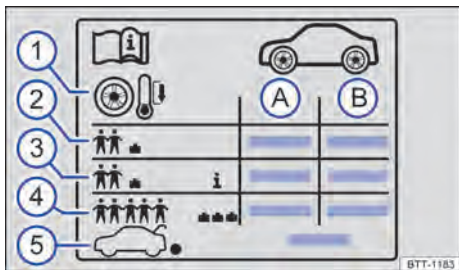

Fig. 256 Símbolos na etiqueta com as pressões dos pneus.
Indicações na etiqueta com as pressões dos pneus ⇒ Fig. 256:
Dependendo do veículo, a etiqueta com as pressões dos pneus pode ter uma pressão dos pneus de conforto ⇒ Fig. 256 ②. A pressão dos pneus de conforto possibilita aumentar o conforto da condução. Ao conduzir com a pressão dos pneus de conforto, pode aumentar o consumo de combustível.